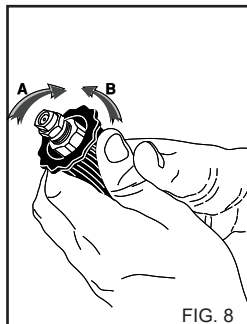

FIG. 8
- Voor de versie met reinigingsmiddelaanzuiging, moet het aanzuigcommando op de lans geactiveerd worden (fig. 8).
- 4) Spoel na gebruik met reinigingsmiddel, het aanzuigcircuit; steek de aanzuigslang (fig. 8) van reinigingsmiddel in een reservoir met schoon water en laat de pomp 1 minuut werken, en met de lans in afgiftestand van reinigingsmiddel.
**GEBRUIK VAN DE VERSTELBARE KOP (Fig. 8) (Vers. DS)**